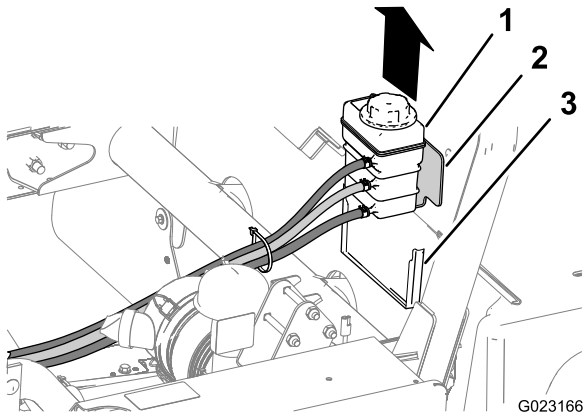

Figura 9
1. Sollevate il serbatoio del refrigerante estraendolo dalla staffa di supporto presente sul retro del pannello ROPS (Figura 9).